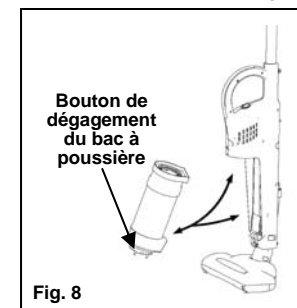

Fig. 8
1. Pour enlever le réservoir à poussière, appuyez sur le bouton de dégagement du réservoir à poussière et enlevez le réservoir de l'aspirateur. (Fig. 8)